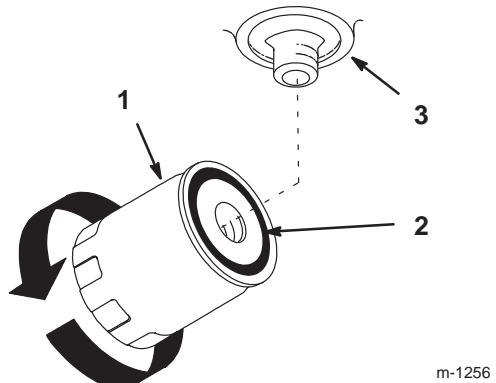

Figure 42
3. Enduire d'une mince couche d'huile hydraulique le joint de caoutchouc du filtre neuf (Fig. 42).
6. Quand le liquide déborde du filtre, visser le filtre dans le sens des aiguilles d'une montre jusqu'à ce que le joint de caoutchouc touche l'adaptateur, puis encore de 1/2 tour (Fig. 42).